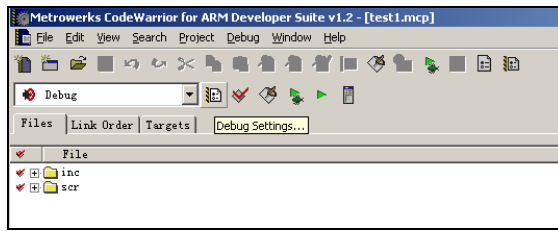
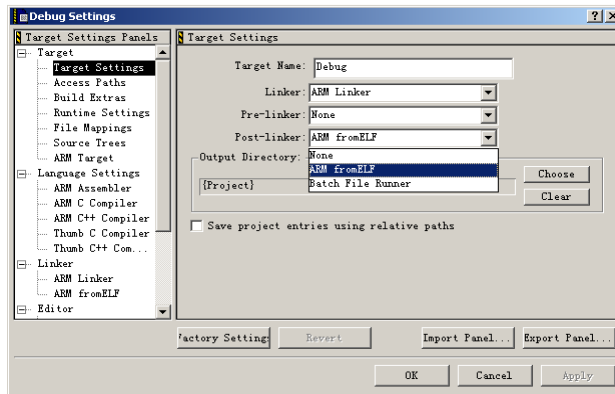
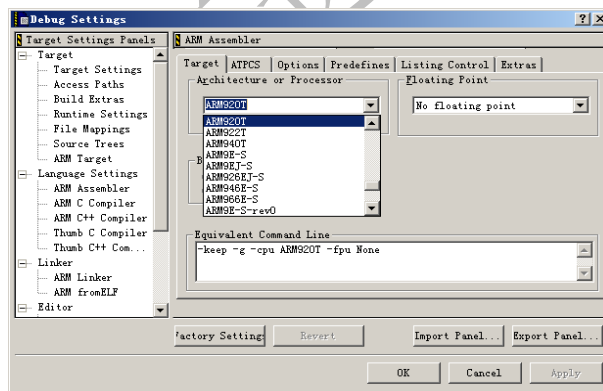

图 2-9 单击“Debug Settings”按钮
图 2-10 Debug Settings
图 2-11 选择 CPU 类型
(2) 在如图 2-9 中，单击“Debug Setting”按钮，弹出如图 2-10 所示对话框，选中“Target Setting”选项，在 Post-linker 栏中选中“ARM fromELF”项，单击“OK”按钮确定。这是为生成可执行代码的初始开关。
(3) 在图 2-10 中，单击“ARM Assembler”选项，出现如图 2-11 所示对话框。在“Architecture or Processor”栏中选 ARM920T。这是项目选择的 CPU 类型。